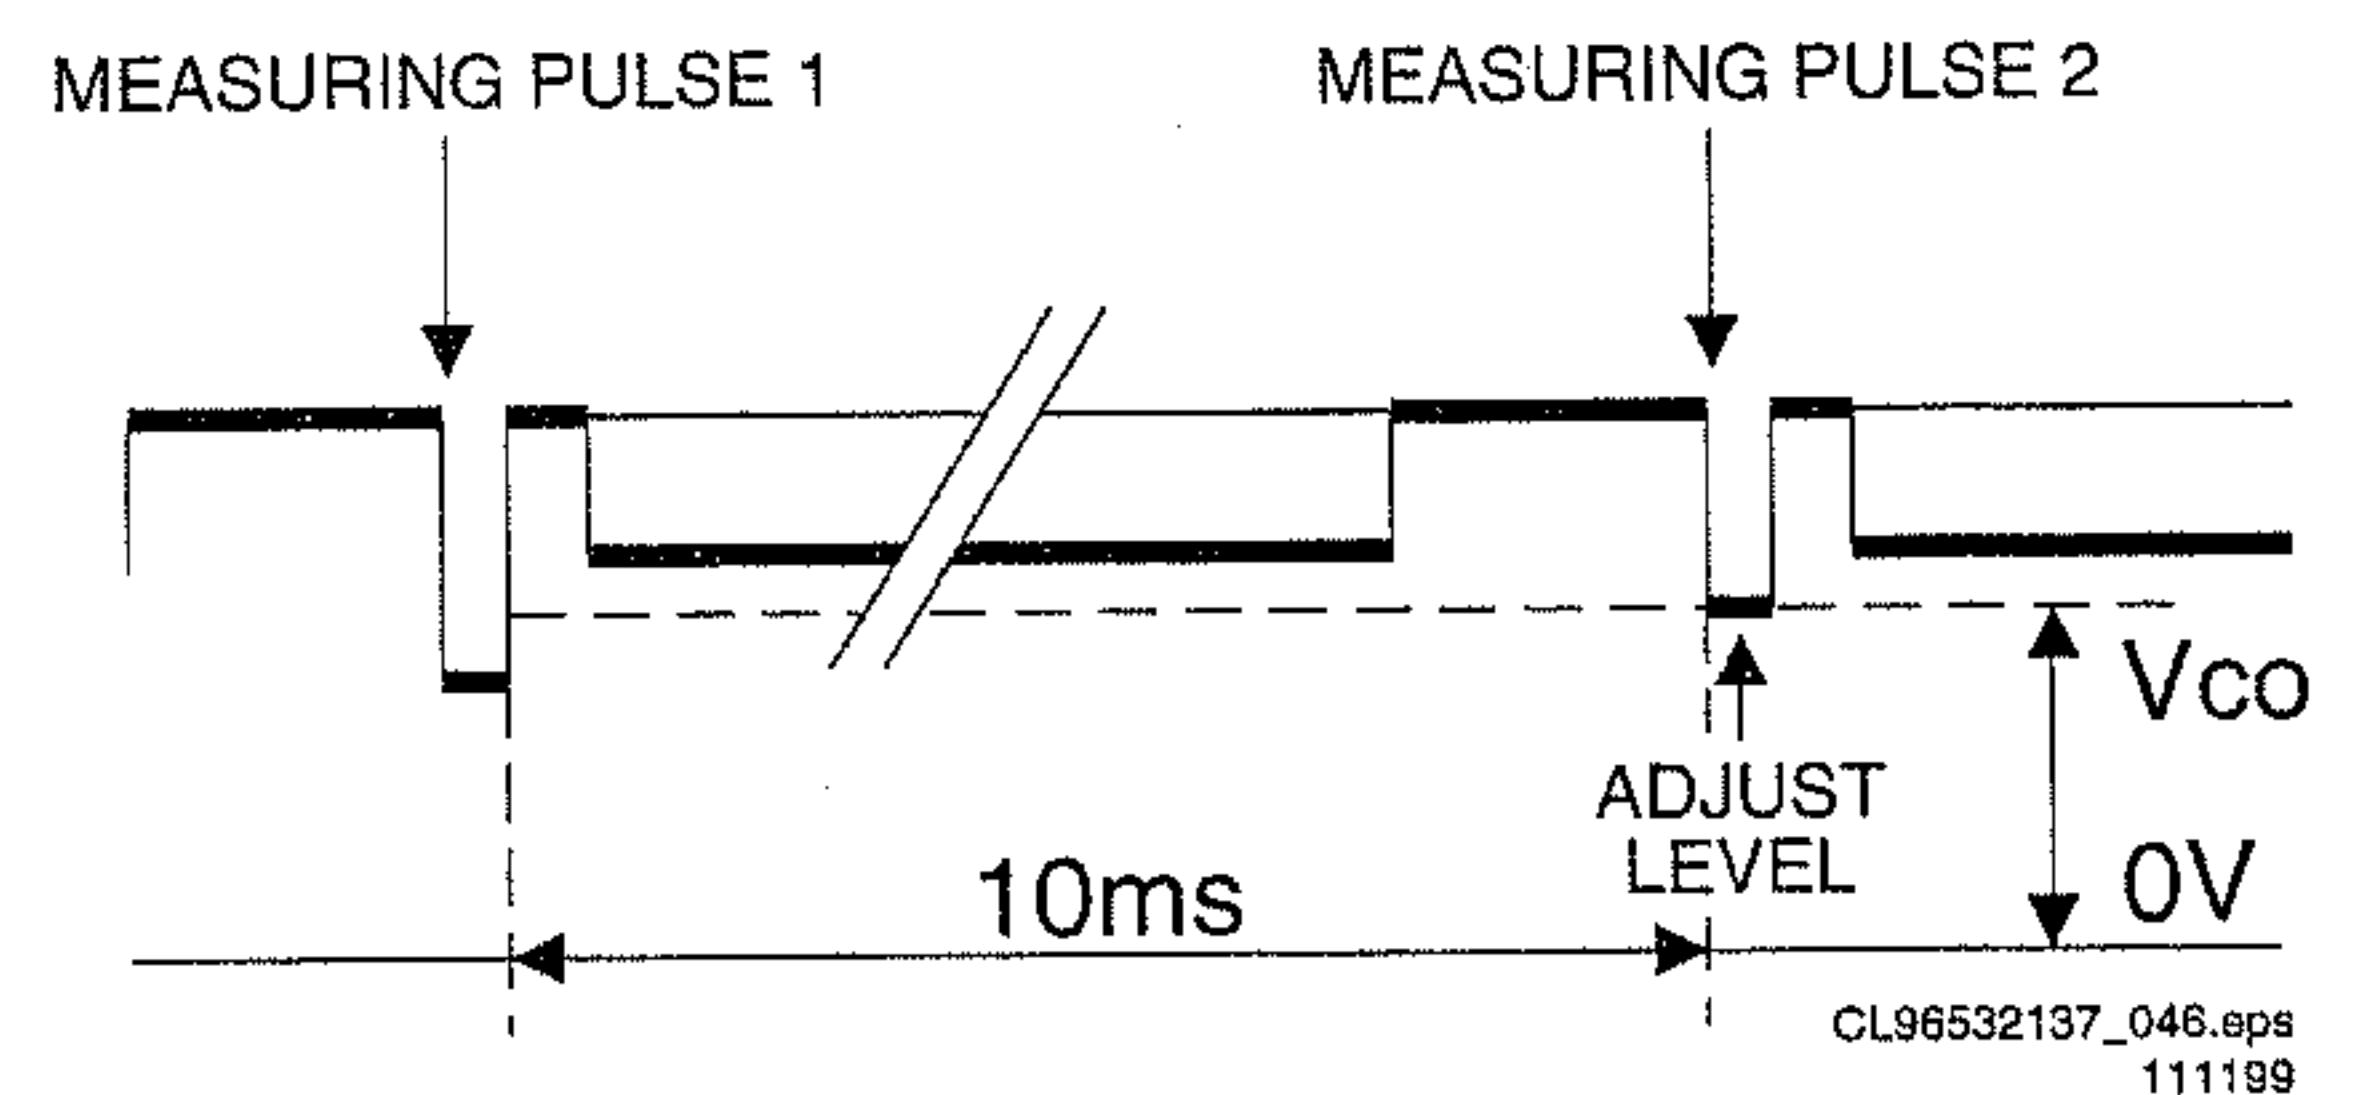

Abbildung 8-3
3. Schließen Sie ein Oszilloskop (Stellung 50 V/Div DC und 2 ms/Div) wechselweise an die CRT-Kathoden (roter Pin 8, grüner Pin 6, blauer Pin 11) an, messen Sie den Gleichspannungspegel des Meßimpulses jeder Kathode (siehe Erläuterung oben und Abb. 8-3), und notieren Sie alle Meßwerte. Anmerkung: Triggern Sie das Oszilloskop extern über ein CVBS-Signal (zum Beispiel über Pin 19 des SCART1-Anschlusses).
4. Stellen Sie das V_{G2} -Potentiometer (unterer Einstellknopf auf dem DAF-Modul) so ein, daß der Meßimpuls mit dem festgestellten Höchstwert einen Pegel von $156 \pm 3 \text{ V}$ aufweist. (Abb. 8-3)